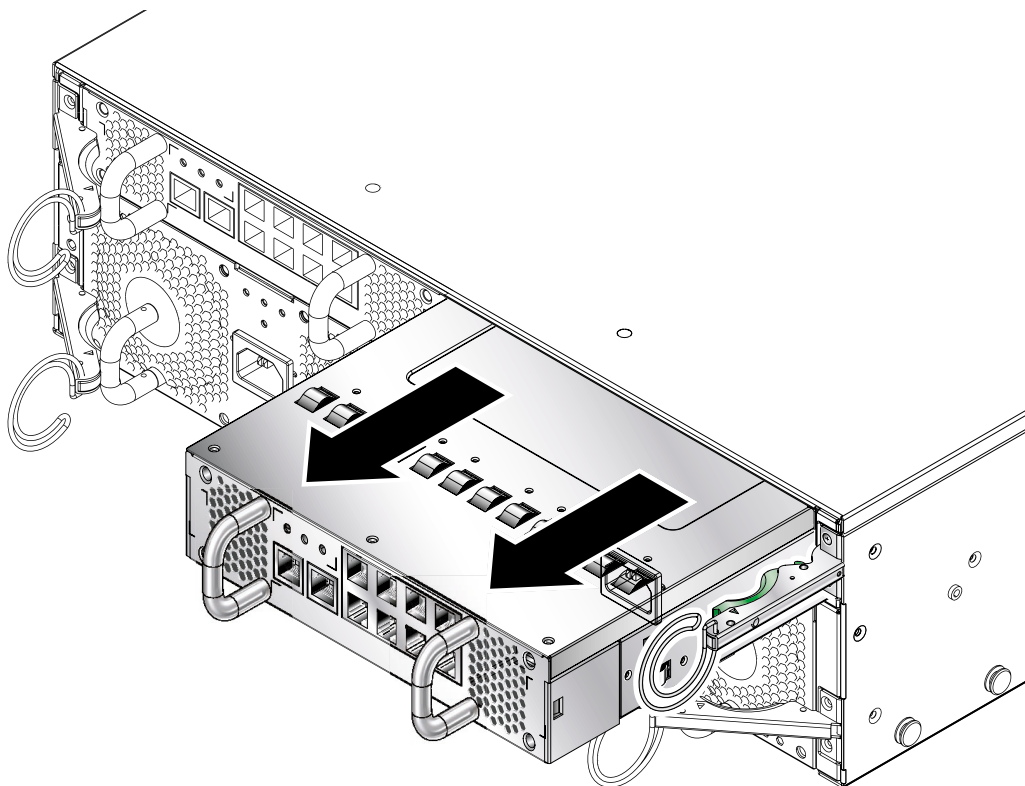

図 4-13 SSC のシステムシャーシからの取り外し
3. SSC の背面に縦方向に付いているハンドルを引いて、システムシャーシから SSC を取り出します (図 4-13)。